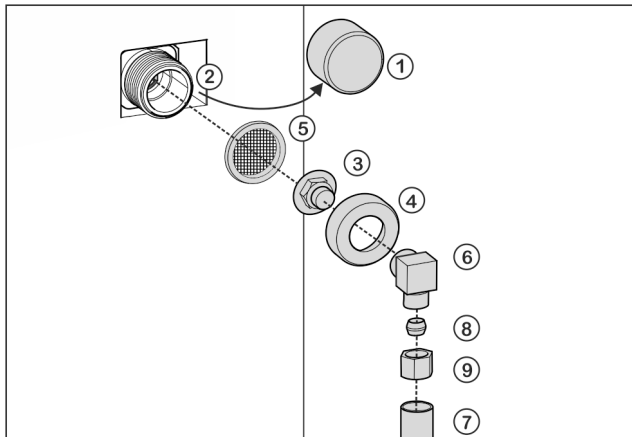

Fig. 14
- ▶ Kappe Fig. 14 (1) vom Magnetventil Fig. 14 (2) abziehen.
- ▶ Verbindungsstück Fig. 14 (3) in die Überwurfmutter Fig. 14 (4) einsetzen.
- ▶ Sieb Fig. 14 (5) mit der Vertiefung nach unten in Richtung Verbindungsstück Fig. 14 (3) einsetzen.
- ▶ Überwurfmutter Fig. 14 (4) mit der Hand auf das Gewinde des Magnetventils Fig. 14 (2) schrauben, bis ein sicherer und fester Sitz erreicht ist.
- ▶ Winkelstück Fig. 14 (6) anschrauben.
- ▶ Wasserleitung Fig. 14 (7) (z. B. 1/4"-OD-Kupferleitung) mit Hilfe von Klemmring Fig. 14 (8) und Mutter Fig. 14 (9) am Winkelstück Fig. 14 (6) anschließen.
- ▶ Wenn notwendig: Wasserleitung Fig. 14 (7) mit dem Rastbügel am Gehäuse fixieren.
▶ Winkelstück Fig. 14 (6) zur Seite legen.
- ▶ Wasserleitung Fig. 14 (7) (z. B. 1/4"-OD-Kupferleitung) mit Klemmring Fig. 14 (8) und Mutter Fig. 14 (9) am Verbindungsstück Fig. 14 (3) anschließen.
▶ Wenn notwendig: Wasserleitung Fig. 14 (7) mit dem Rastbügel am Gehäuse fixieren.